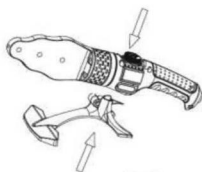

fig.1
- 2) Posez l'outil sur son support (fig.1).